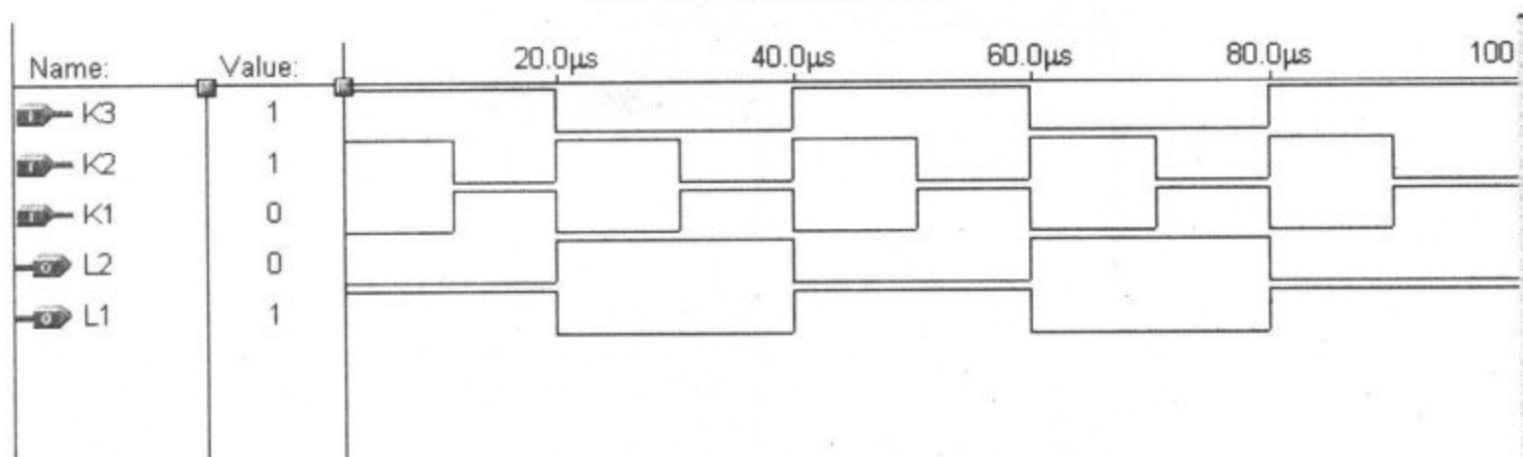

图 3-29 仿真的波形图
(9) 仿真的波形图如图 3-29 所示。波形图显示的逻辑功能和设计目的完全一样。